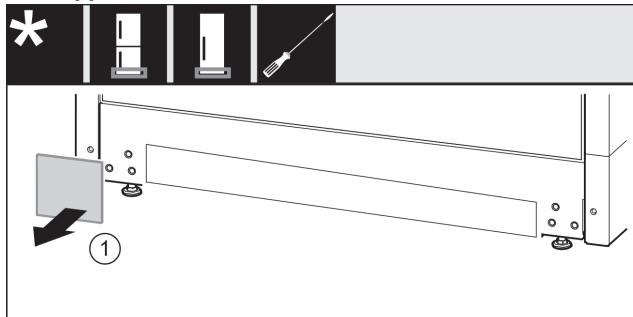

Fig. 15
- Tag afdækningen Fig. 15 (1) af.